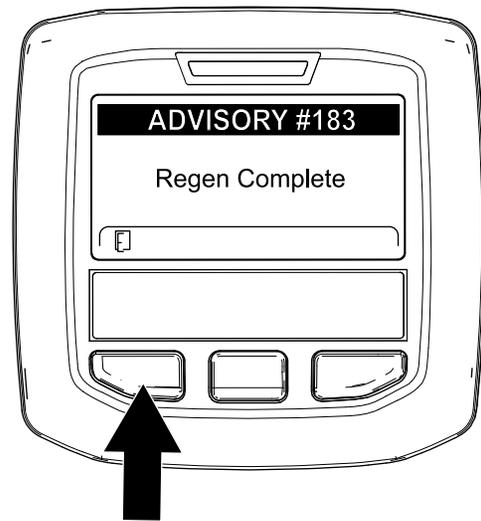

Figura 61
9. Quando il computer del motore completa una rigenerazione parcheggiata o una rigenerazione di recupero, l'InfoCenter visualizza il messaggio ADVISORY #183 (Figura 61). Premete il pulsante sinistro per uscire e tornare alla schermata Home.